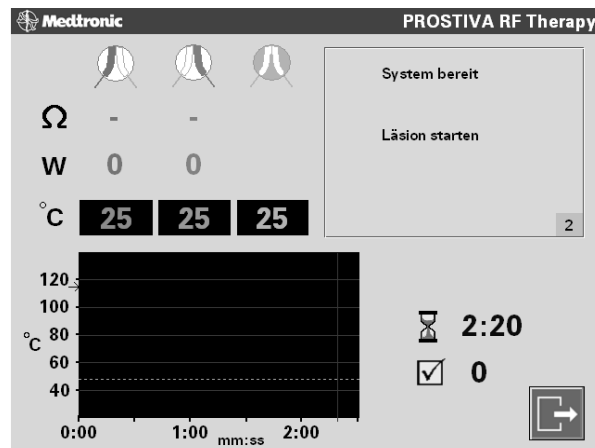

Abbildung 4-11. Kontrollieren Sie, ob auf dem Bildschirm die Meldung „System bereit“ angezeigt wird.
3. Kontrollieren Sie, ob auf dem Bildschirm die Meldung „System bereit“ angezeigt wird (Abbildung 4-11).